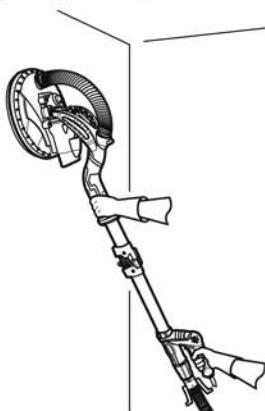

Рис. 13, без телескопической трубки
- > Держите изделие одной рукой за основную ручку (5), а другой рукой - за поверхность рукоятки (1) (Рис. 13).